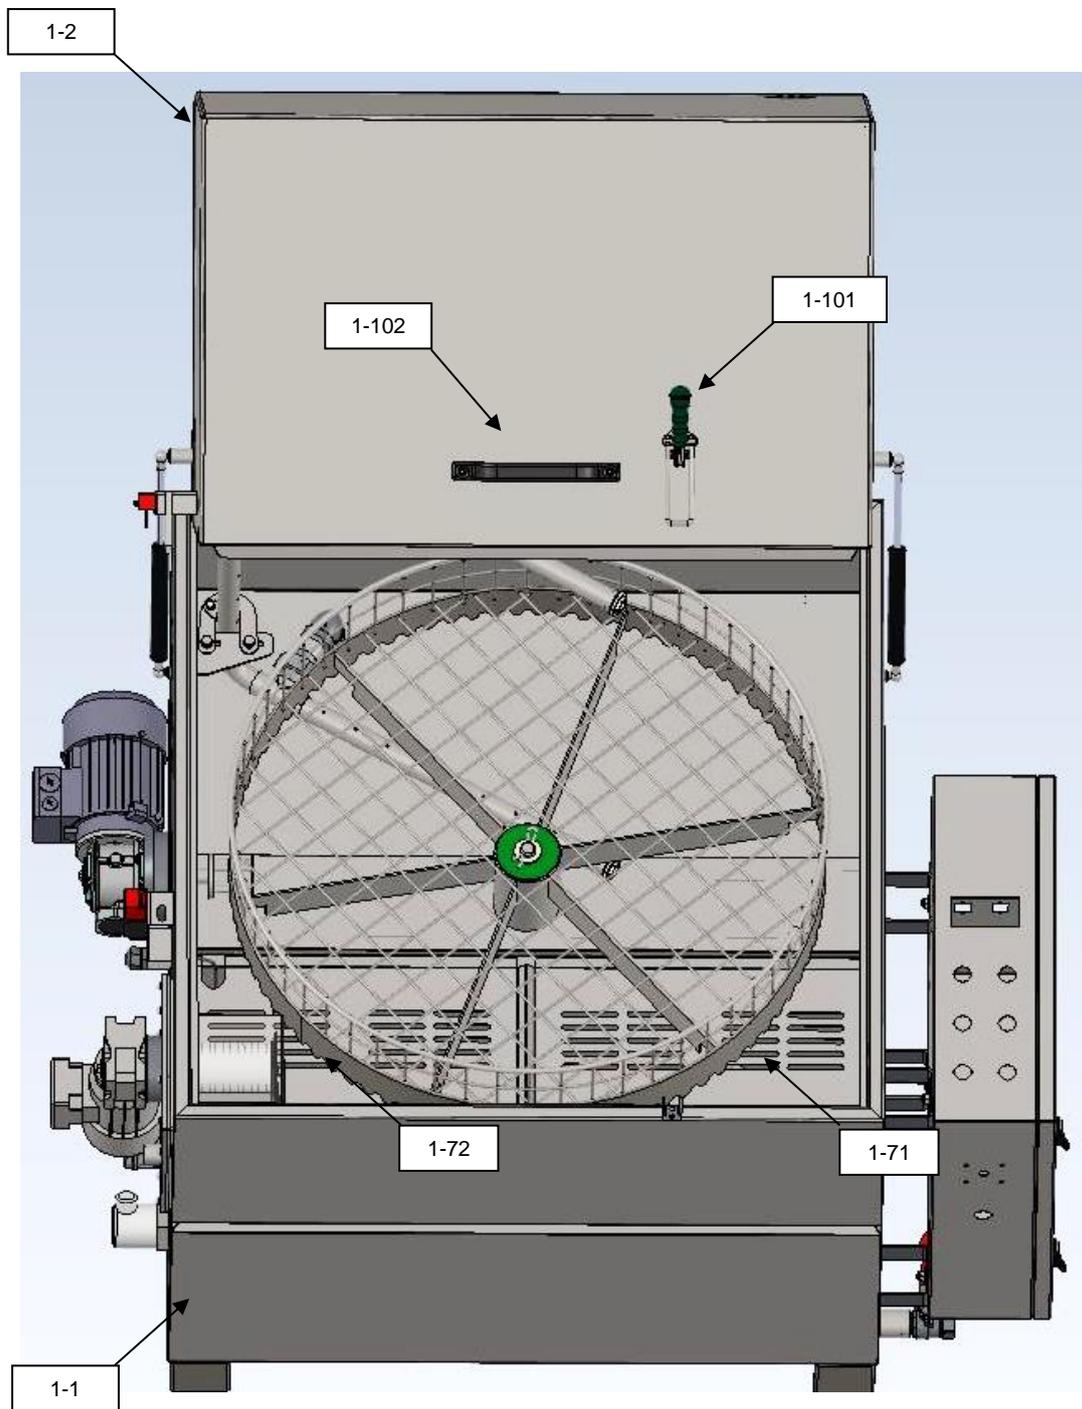

Imagen 1. Vista de la parte frontal de la máquina
La cubierta de la máquina está dividida en dos partes (ver la imagen 1). Está compuesta por una tapa móvil (pos. 1-2) y una base fija (pos. 1-1). Ambas partes son de acero inoxidable (CSN 17 240).
La base está dividida por rejillas desmontables (pos. 1-71, 1-72) (ver la imagen 1). Por encima de las rejillas hay una zona de trabajo en la que tienen lugar los procesos tecnológicos de lavado de piezas. Debajo de las rejillas se encuentra el depósito de líquido con filtro (ver el apartado 2.1.2).
El operador controla la apertura y el cierre de la tapa manualmente. La tapa está asegurada contra la apertura involuntaria mediante un cierre de gancho (pos. 1-101) (ver la imagen 1). Para facilitar el manejo, se ha atornillado un asa a la tapa (pos. 1-102). Para aligerar su peso, se instalan puntales de amortiguación de gas entre la base y la tapa (pos. 2-102) (ver las imágenes 2, 4). Las bisagras de los puntales están ancladas a pasadores fijados con soldaduras a las paredes de la base y la tapa.